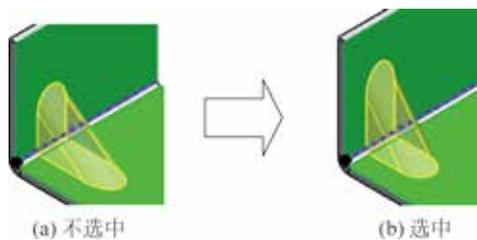

图 5.185 反转尺寸侧
- 反转尺寸侧 复选项: 用于切换剖面轮廓长度和高度, 如图 5.185 所示。